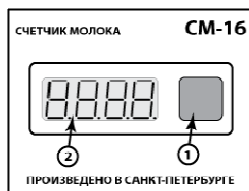
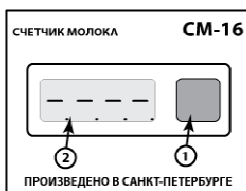
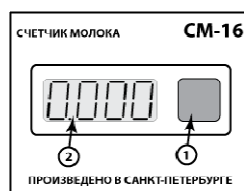

Рис. 4.
Рис. 5
Рис. 6
На дисплее последовательно загорятся «**8.8.8.8**» (Рис. 4), затем «**-.-.-.-**» (Рис. 5), затем тарифовочное число, после чего «**0.000**» (Рис. 6).
Для сброса показания необходимо нажать кнопку (1) на блоке индикации и удерживать ее до появления «**0.000**». Прибор готов к работе (Рис. 6).